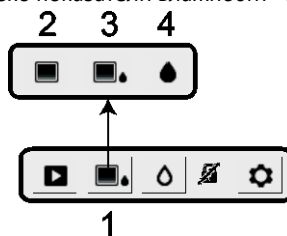

Рис. 5-2. Режим изображения
Нажмите кнопку выбора, чтобы войти в главное меню, и выберите значок режима изображения (1). См. рис. 5-2. Выберите режим: «Только тепловое изображение» (2), «Тепловое изображение + IGM Влажность» (3) или «Только показатели влажности» (4). Описание режимов приведено ниже.